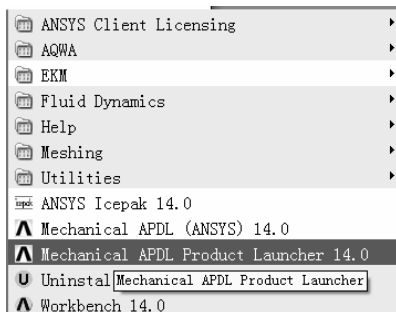
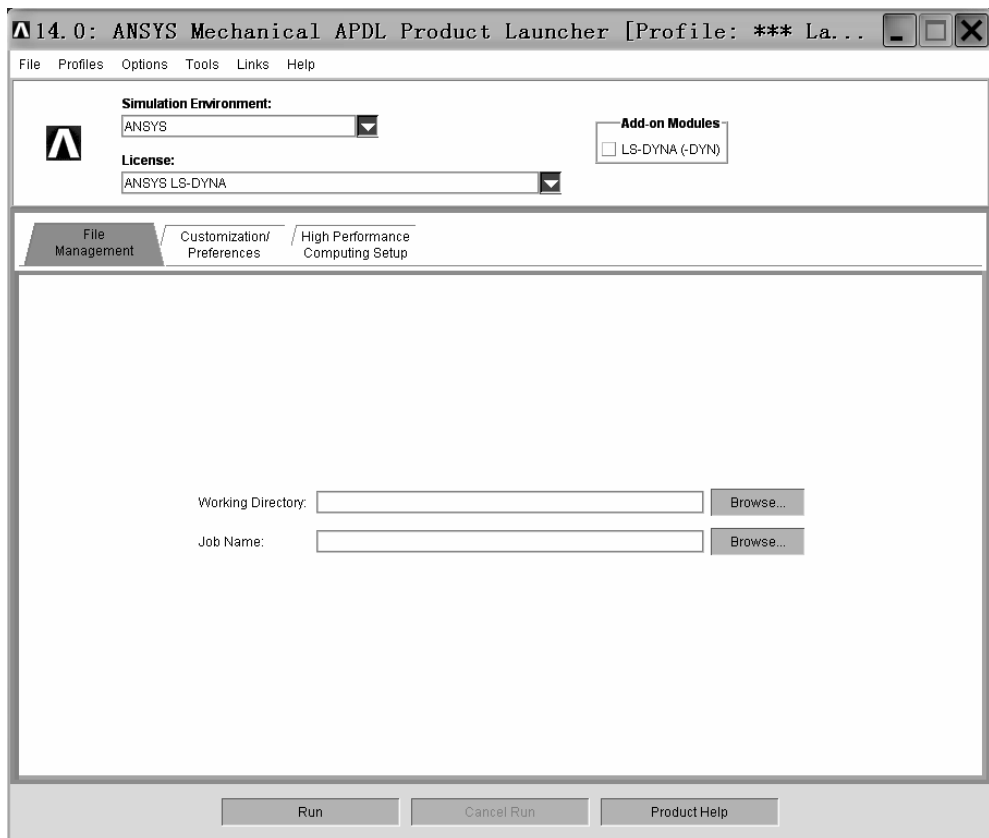

图 3-157 “Mechanical APDL Product Launcher 14.0” 图标
图 3-158 “14.0: ANSYS Mechanical APDL Product Launcher [Profile:\*\*\*La...” 窗口
(1) 在“开始”菜单中指向“ANSYS 14.0”文件夹, 出现“Mechanical APDL Product Launcher 14.0”图标(见图 3-157)。单击“Mechanical APDL Product Launcher 14.0”图标, 弹出“14.0: ANSYS Mechanical APDL Product Launcher [Profile:\*\*\*La...]”窗口(见图 3-158)。